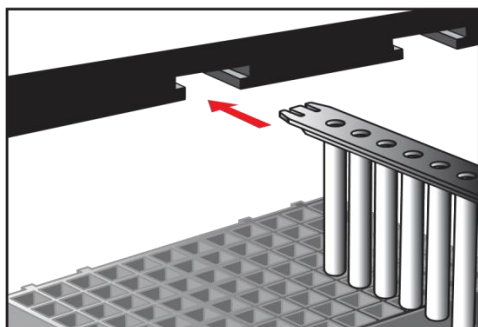

Figura 3: Insertando la tira de varillas de plástico en su posición
4. Inserte la tira de varillas de plástico en el soporte de la tira de acuerdo con la placa de muestras a procesar y empújela hasta el final (figura 3).